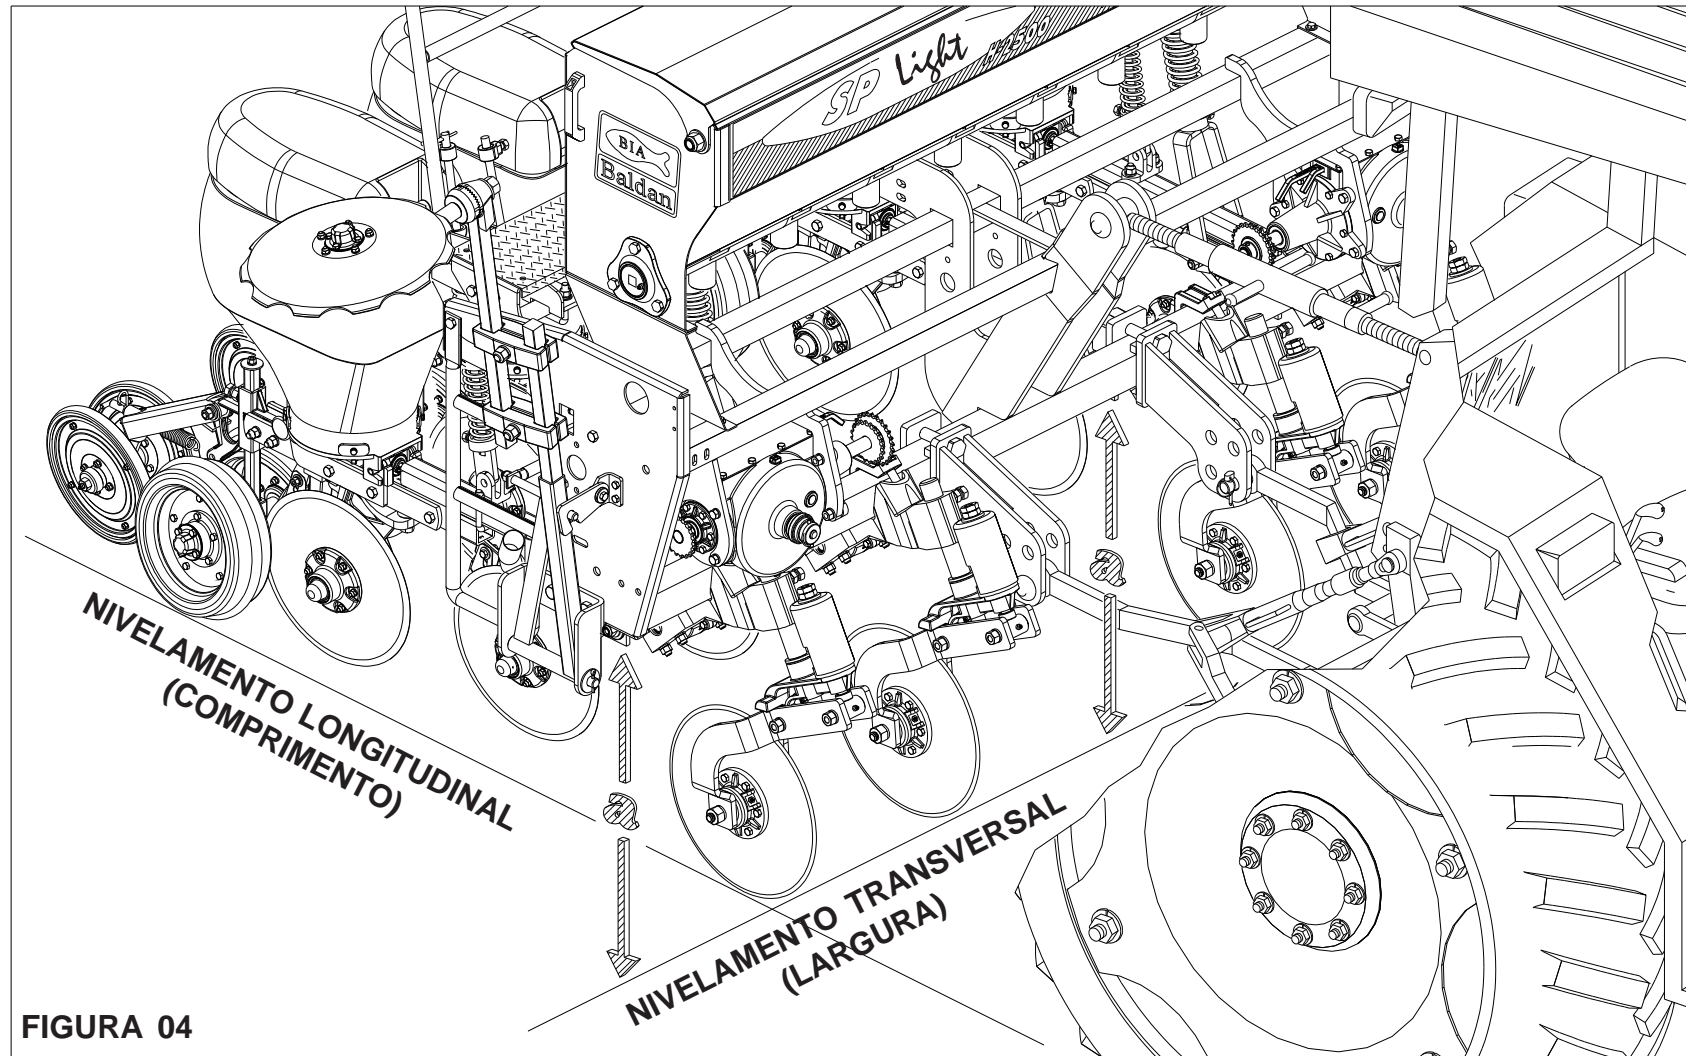

FIGURA 04
- NIVELAMENTO DA SEMEADORA (FIGURA 04)